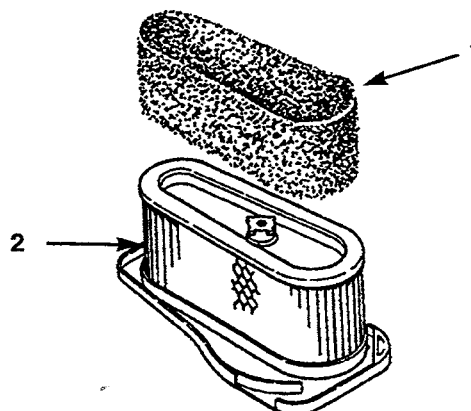

Figure 13
4. Retirer l'élément en mousse de l'élément en papier avec précaution (Fig. 13).
1. Glisser avec précaution l'élément en mousse sur l'élément en papier du filtre à air (Fig. 13).